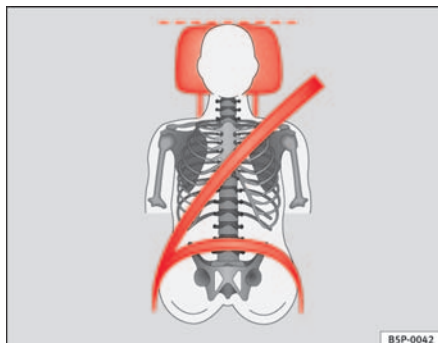
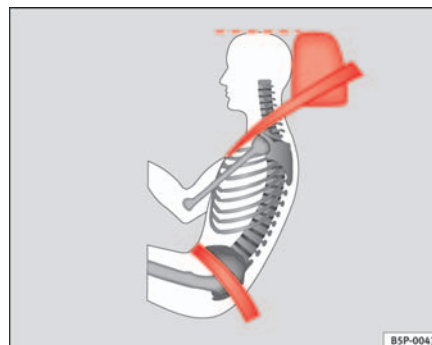

Fig. 68 Vue de face : appuie-tête convenablement réglé et ceinture correctement ajustée
Fig. 69 Vue de côté : appuie-tête convenablement réglé et ceinture correctement ajustée
- Ajustez l'appuie-tête de sorte que le bord supérieur de celui-ci soit à la même hauteur que la partie supérieure de la tête, et au minimum à la hauteur des yeux ⇒ fig. 68 et ⇒ fig. 69.